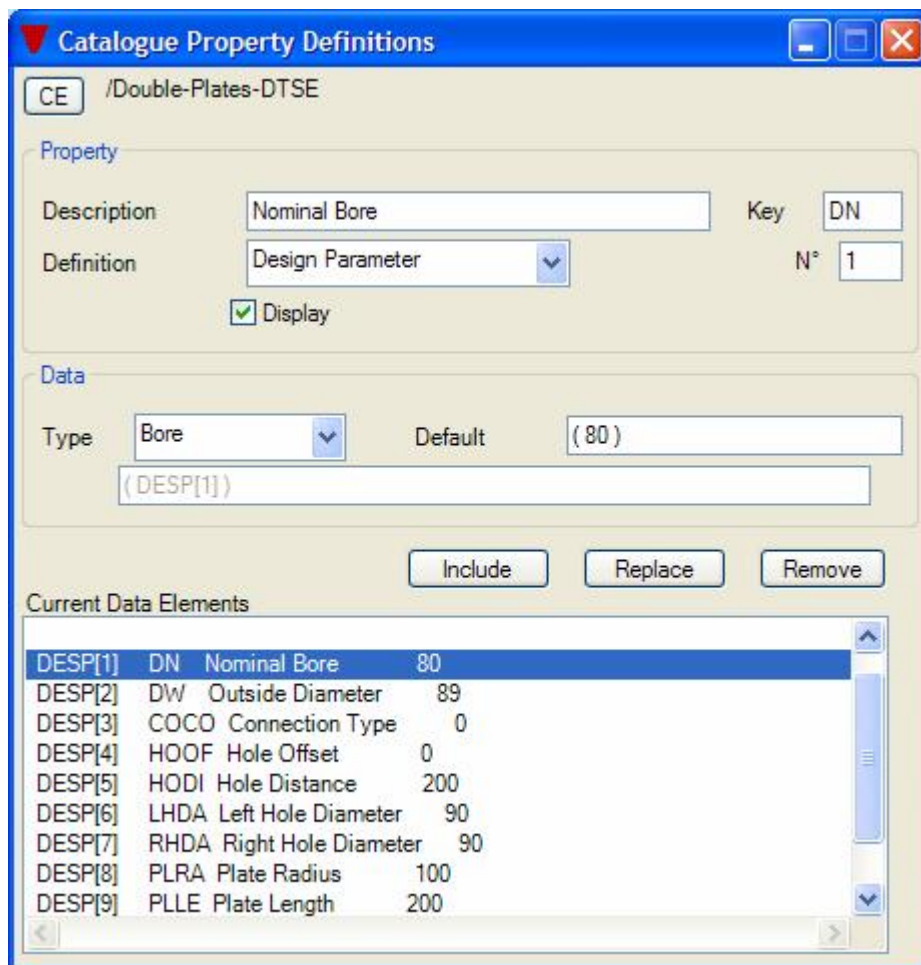

图 9 双联复板数据集
f) 创建数据集 (Data Set)。为了方便，应创建与参数对应的数据集。创建数据后如图 9 所示：